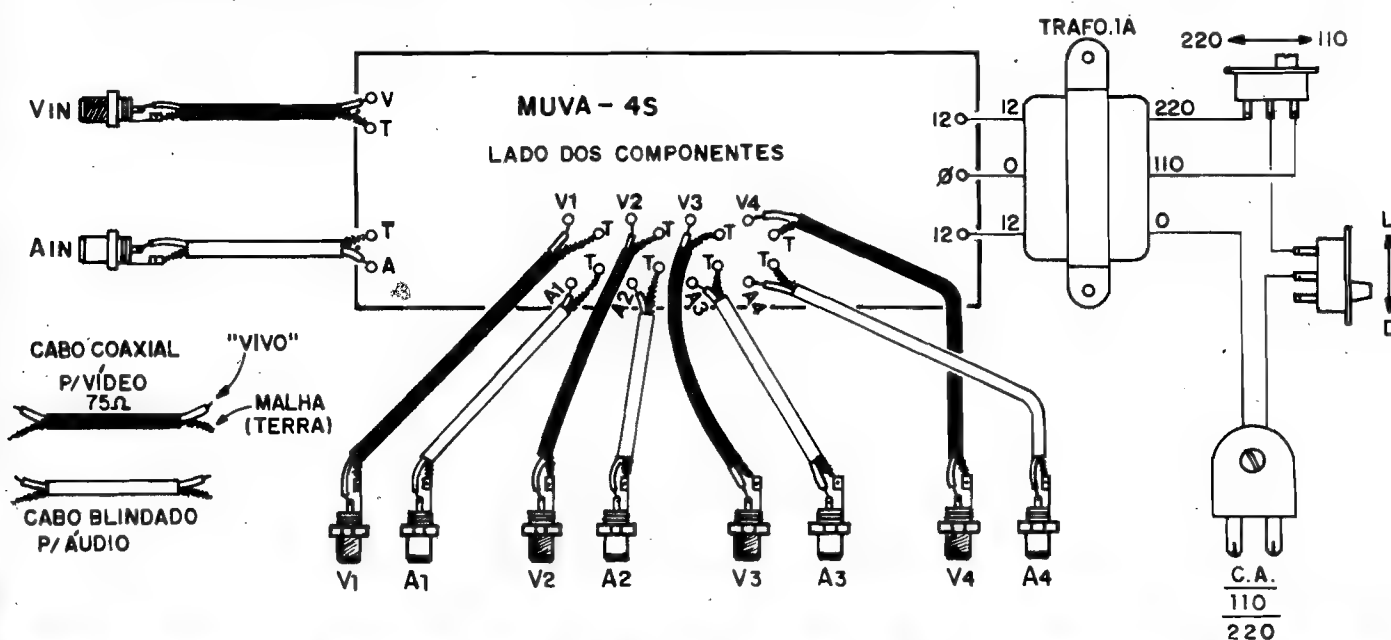

Fig.5
- **FIG. 5 - CONEXÕES EXTERNAS À PLACA** - O Circuito Impresso, ainda visto pelo lado dos